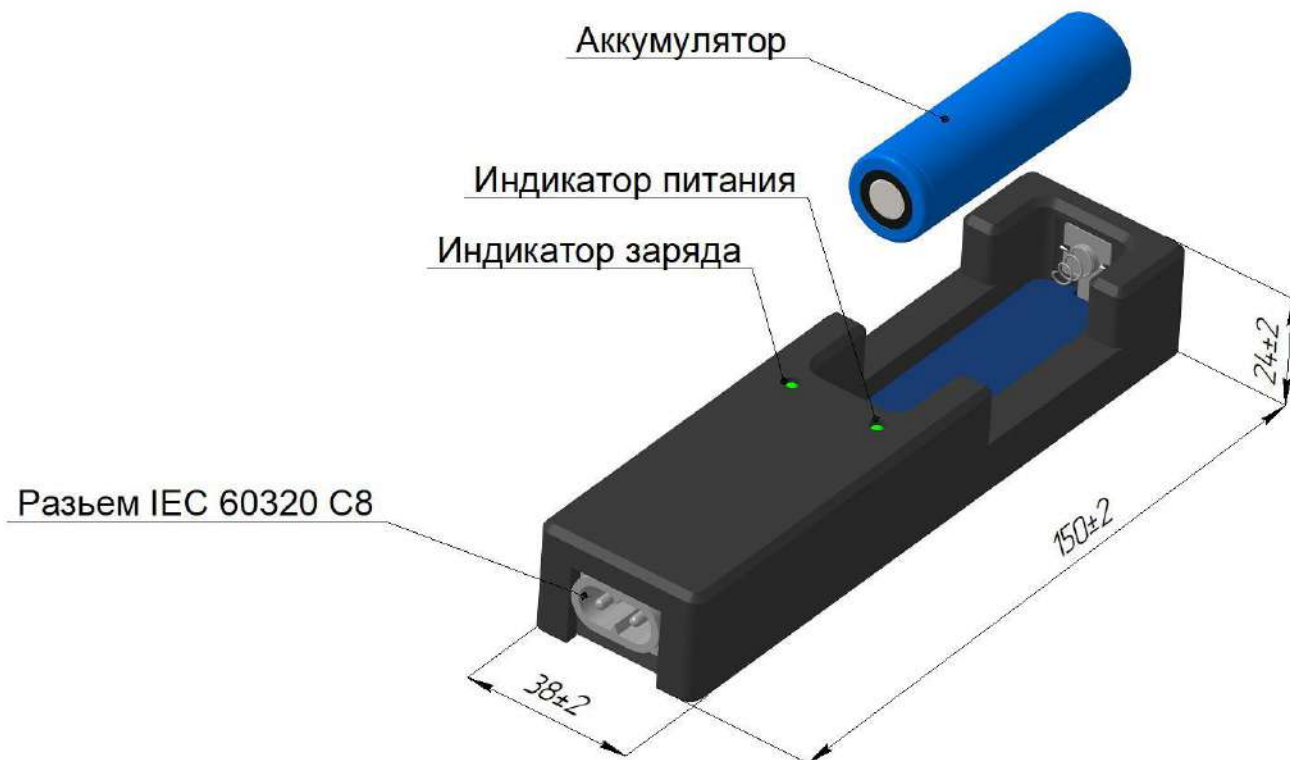

Рисунок 2 Внешний вид и габаритные размеры зарядного устройства
2.1.2.3 При подключении питания к зарядному устройству с помощью кабеля питания IEC 60320 C7-CEE 7/16 на изделии загорается индикатор питания (рисунок 2).